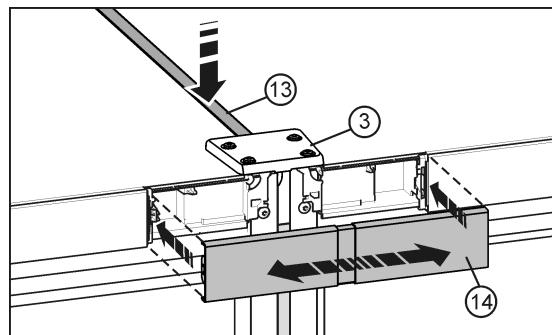

Fig. 28
- En la parte superior, presione la regleta corta Fig. 28 (13) para introducirla en la ranura. La regleta y la placa de unión Fig. 28 (3) deben quedar a ras en el canto delantero.
- Encaje la cubierta Fig. 28 (14) en el espacio todavía abierto que hay entre las dos tapas de la unidad de control. Procure que las caras exteriores de la cubierta queden al mismo nivel que las tapas de la unidad de control. La cubierta es extensible para tal fin.